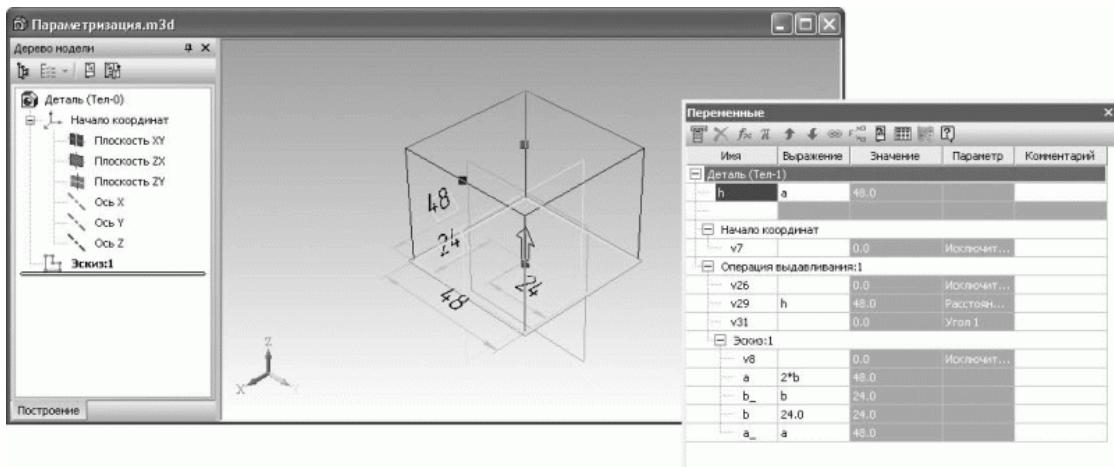

Рис. 3.48. Переменные модели
6. Теперь посмотрите в окно Переменные. В нем значительно увеличилось количество переменных. Это переменные, позволяющие исключить из расчета тот или иной трехмерный элемент модели (плоскость, операцию, эскиз), переменные операций (в нашем случае – величина выдавливания и угол уклона), а также внешние переменные эскизов. Чтобы использовать все эти переменные в выражениях, им сначала лучше присвоить псевдонимы (в столбце Выражение таблицы переменных). Напротив переменной *v29* (такое значение было по умолчанию присвоено величине выдавливания) операции выдавливания введите имя переменной *h*. Переменная автоматически добавится в верхнюю часть списка переменных (рис. 3.48). Переменной *h* сразу поставьте в соответствие переменную *a* (поставив переменную *a* в столбце Значение напротив переменной *h*). Обратите внимание, что при выполнении трехмерной операции все параметрические размеры эскиза отображаются на экране.